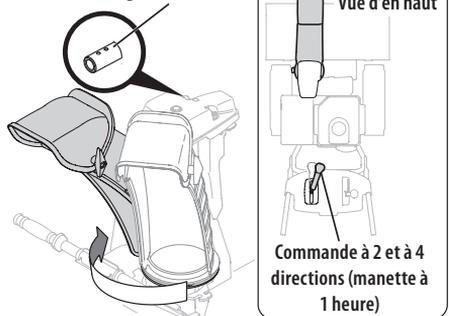
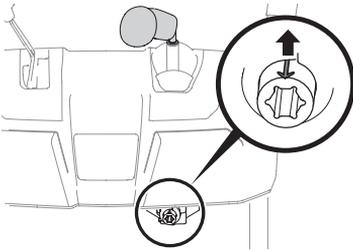

Figure 22
Figure 23
4. Pressez la gâchette de la manette de la commande de goulotte et tournez la goulotte avec votre main jusqu'à ce qu'elle soit pointée vers l'avant. Les trous sur le raccord de la tige de commande pointeront vers le haut. Voir Figure 22.
5. Faites pivoter la manette à la position 1 heure (Figure 22) pour que la flèche sur l'engrenage à pignons sous le tableau de commande pointe vers le haut. Voir Figure 23.